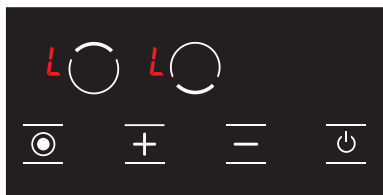

Рисунок 16
3. Блокировка от детей будет активирована, и все конфорки отображают значок  , чтобы указать, что блокировка от детей активна. (см. Рисунок 16) Если какая-либо из конфорок горячая, значки  и  будут показаны по очереди.